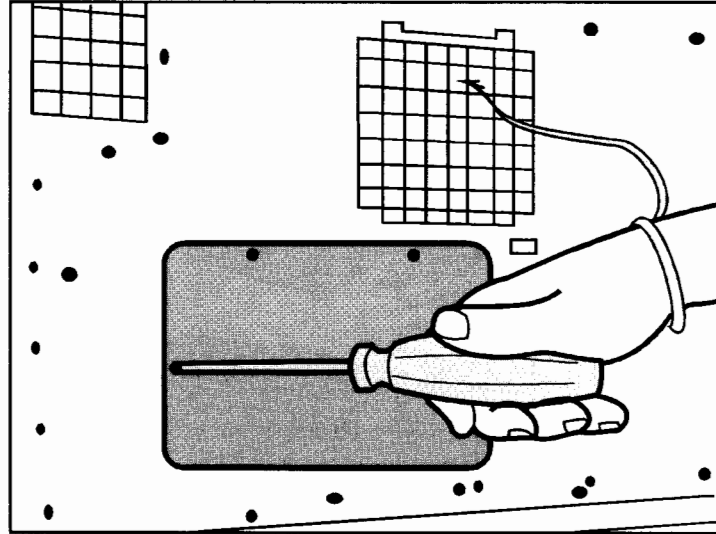

Figura 1-4. Cómo Retirar la Placa de la Cubierta Metálica
7. Póngase una pulsera antiestática (si tiene una) y conecte el clip a la zona del blindaje metálico, como muestra la Figura 1-4.
8. Retire los 4 tornillos de la placa metálica y retírela (Figura 1-4).
Precaución Antes de retirar una placa, póngase la pulsera antiestática (si tiene una) y conéctela a la carcasa metálica, como muestra la Figura 1-4 o toque la bolsa antiestática o cualquier parte metálica de la impresora.